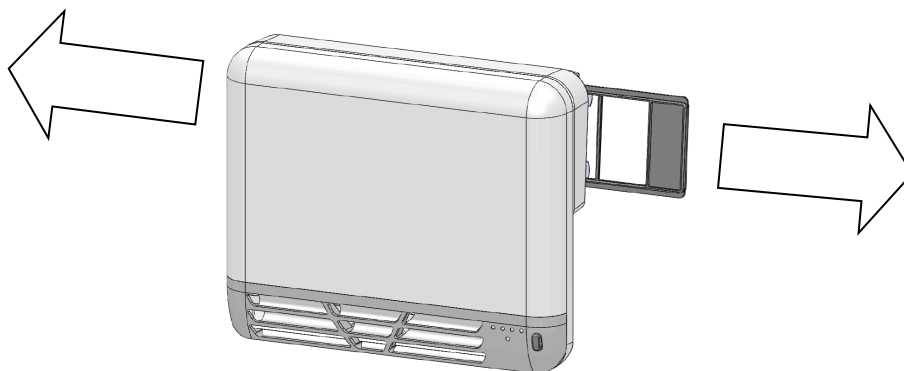

Fig. 26
2. *tirar del filtro situado en la parte trasera del soplador, a la derecha o a la izquierda, para extraerlo, como ilustrado en Fig. 26;*